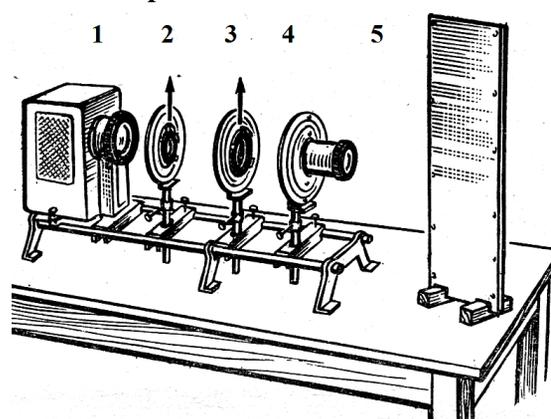

Рис. 4.
Опыт. Поместим на оптическую скамью осветитель (1), поляризатор (2), анализатор (3), объектив (4) и экран (5) (рис. 4). Оптические оси поляризатора и анализатора вертикальны (они совпадают с направлением стрелок). Включим осветитель. Естественный свет от осветителя пройдет через поляризатор и выйдет линейно поляризованным. Так как оптическая ось анализатора тоже вертикальна, то линейно поляризованный свет пройдет через анализатор, и на экране будет светлое пятно.